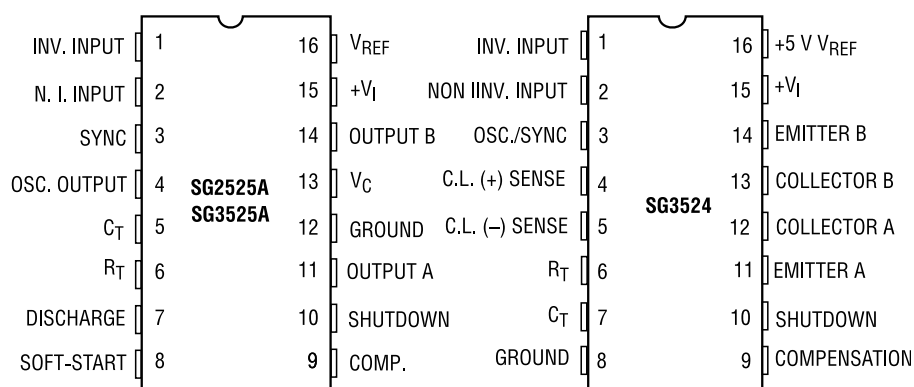
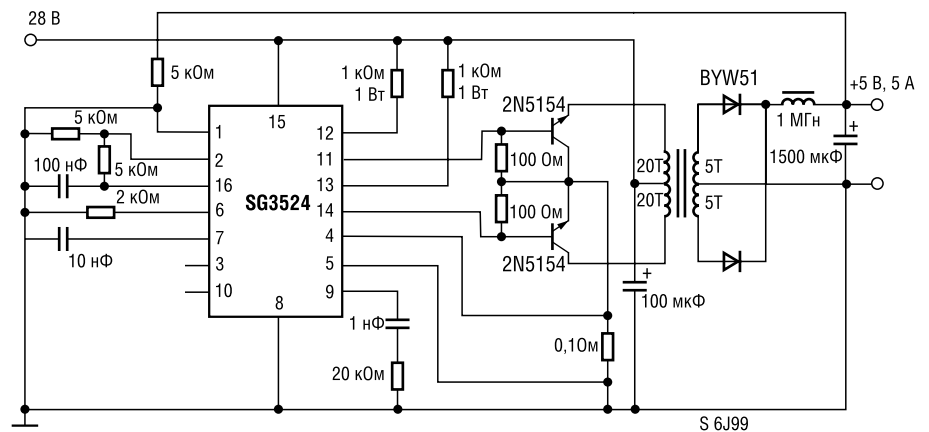

Рис. 1. Назначение выводов ИС SG2525A, SG3525A и SG3524
Рис. 2. Типовая схема включения SG3524 в составе двухтактного преобразователя со средней точкой
**SG2525A / SG3524 / SG3525A** — серия управляемых напряжением ШИМ-контроллеров (рис. 1) с фиксированной частотой преобразования, специально спроектированных для построения любых типов импульсных источников питания (согласно заявлению компании-производителя) и позволяющих до минимума сократить число необходимых внешних компонентов. Это стало возможным благодаря наличию встроенного опорного источника питания (+5,1 В ±1%), возможности управления частотой работы внешней RC-цепью, длительностью интервала «мертвого» времени — одним внешним резистором, длительностью времени плавного старта — одним внешним конденсатором (вывод SOFT-START), встроенным драйверам (±200 мА) для управления внешними силовыми транзисторами или внешним маломощным трансформатором. Помимо всего вышеуказанного, в ИС предусмотрена возможность синхронизации нескольких источников от одного внешнего тактового сигнала (вывод SYNC) и защиты по току внешних силовых транзисторов (вывод SHUTDOWN). Область применения — практически любой DC/DC-конвертер малой и средней мощности (рис. 2 и рис. 3).